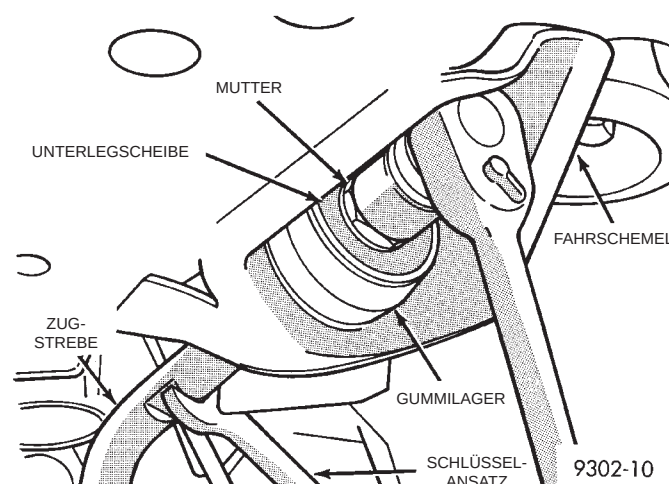

Abb. 40 Befestigung der Zugstrebe am Fahrschemel
(5) Befestigungsmutter und Unterlegscheibe der Zugstrebe am Fahrschemel lösen (Abb. 40). Beim Ausbau die Zugstrebe am Schlüsselansatz mit einem Maulschlüssel festhalten, damit sie sich nicht mitdreht (Abb. 40). **Die Befestigungsmutter der Zugstrebe am Fahrschemel entsorgen und beim Einbau durch eine NEUE Mutter ersetzen.**
(3) Sicherungsscheibe am Ende der Zugstrebe montieren (Abb. 40). Eine **NEUE** Mutter an der Halterung auf die Zugstrebe aufschrauben (Abb. 40). Die Mutter der Zugstrebe mit einem Anzugsmoment von 130 N·m (95 ft. lbs.) festziehen. Dabei am Schlüsselansatz der Zugstrebe einen Maulschlüssel ansetzen, damit sich die Zugstrebe nicht mitdrehen kann (Abb. 40).